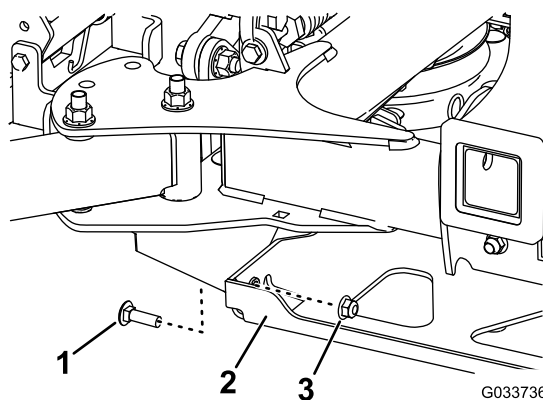

Figura 83
4. Retire los 2 pernos y las 2 tuercas que conectan el soporte del puntal con el bastidor (Figura 83).
4. Instale los 2 pernos que guardó para conectar el soporte del puntal con el bastidor (Figura 83).